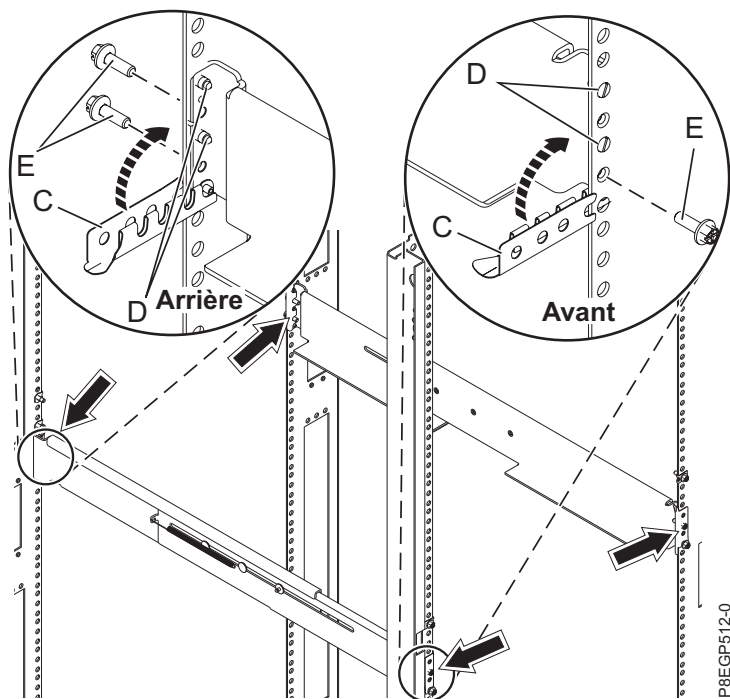

Figure 5. Fixation des glissières
- a. Étirez la glissière de droite et insérez les ergots **(D)** dans les deux trous de montage les plus bas marqués sur l'armoire, de sorte que la glissière soit orientée vers le haut, comme illustré dans la figure 5, à la page 8
- b. Faites pivoter vers le haut la fixation avant **(C)** pour bloquer la glissière, comme illustré dans la figure 5, à la page 8.